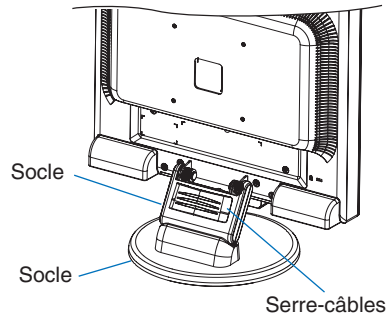

Figure 3
- Insérez les attaches du support de câble dans les trous du socle du moniteur et faites-le coulisser vers le bas (**Figure 3**).